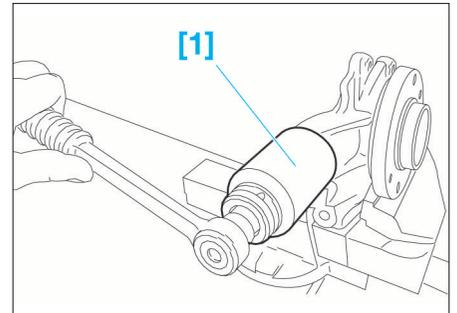

FIG. 16
- Déposer la rotule de pivot (2) à l'aide de l'outil [1] (douille genre FACOM NK.41L) (Fig.16).